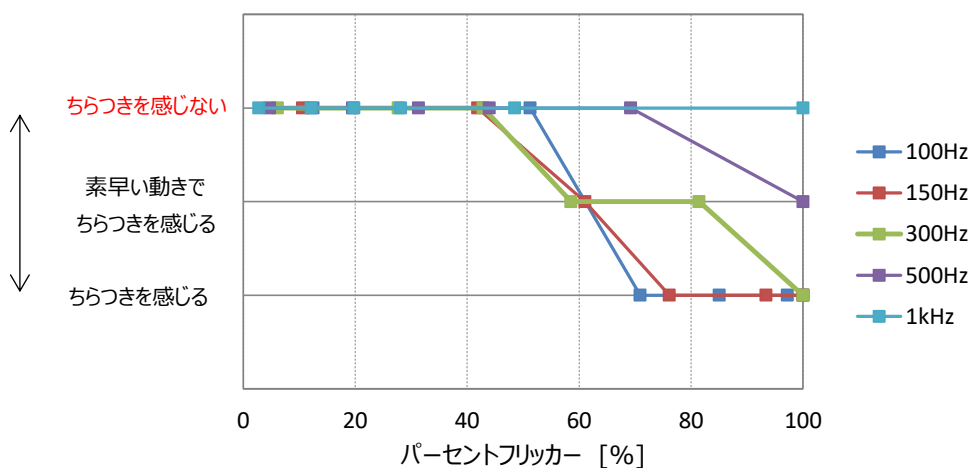
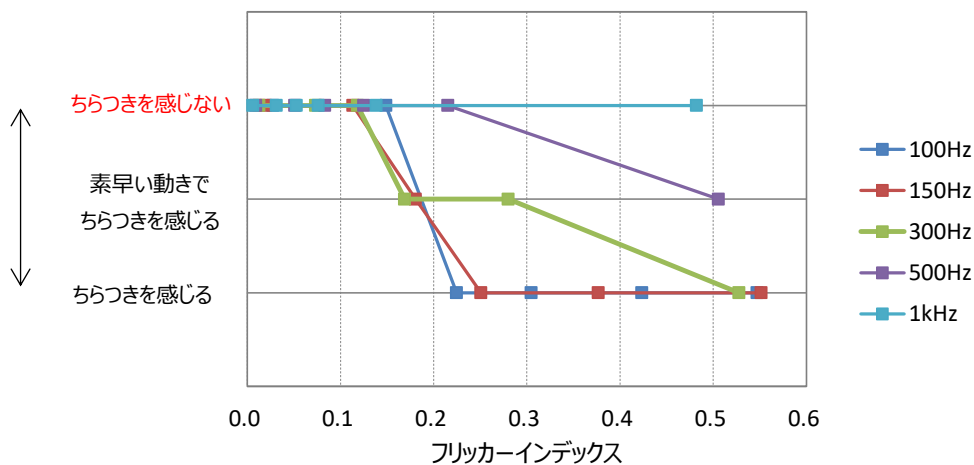

図 40. パーセントフリッカーとちらつきの関係
図 41. フリッカーインデックスとちらつきの関係
5.1. で測定した各波形に対するちらつきの官能評価結果を図 40~42 に示します。
図 40 よりパーセントフリッカーが 40%以下、図 41 よりフリッカーインデックスが 0.1 以下において 100Hz 以上のいずれの繰り返し周波数においてもちらつきを感じないという結果になりました。周波数に関しては高くなるほどちらつきを感じにくくなり、1kHz になるとパーセントフリッカー、およびフリッカーインデックスの値に関わらずちらつきを感じなくなるという結果になりました。